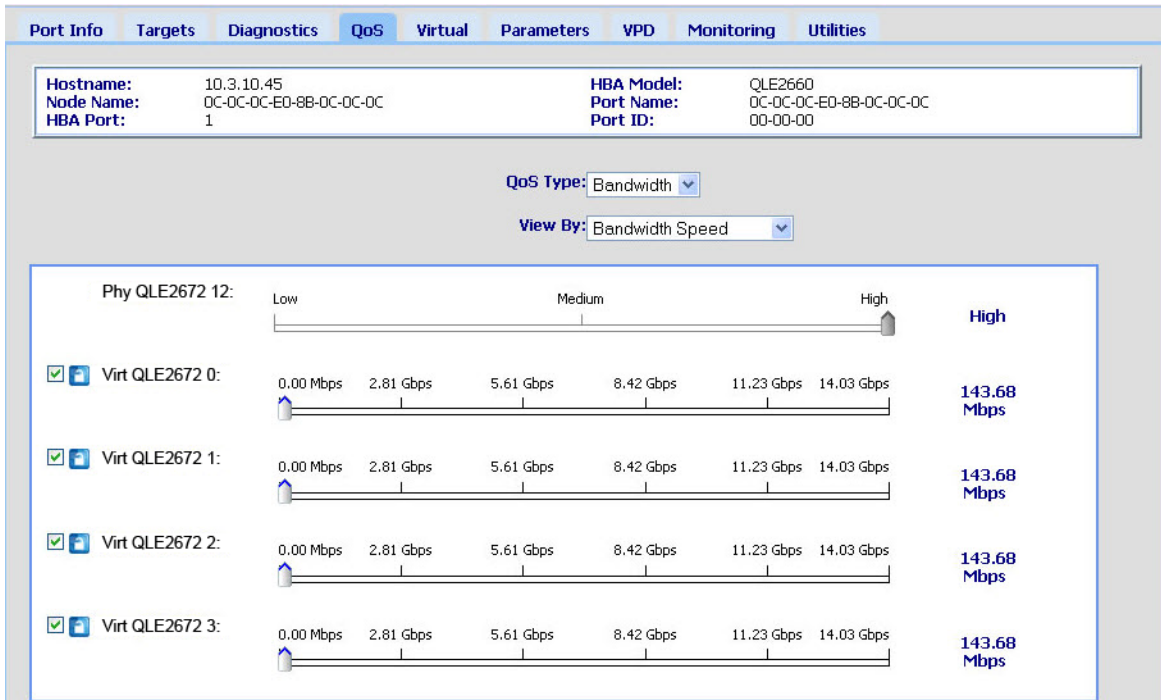

Abbildung 3-9. Einstellen der QoS nach Bandbreitengeschwindigkeit
6. Bewegen Sie den Schieberegler, um die Bandbreitengeschwindigkeit auszuwählen, wie in Abbildung 3-9 dargestellt.